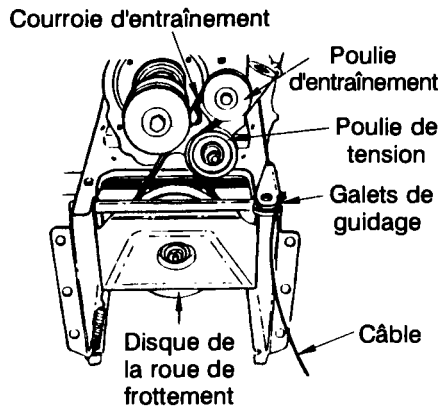

FIGURE 29
REMARQUE : Faites passer le câble d'entraînement de la tarière entre les galets de guidage représentés à la Figure 29 en réassemblant les deux moitiés de la souffleuse.
- Avancez la poulie de tension vers vous et dégagez la courroie d'entraînement de celle-ci. La poulie de tension se trouve sur l'avant du moteur et sous le couvre-courroie que vous avez déjà démonté. Voir la Figure 29.
- Glissez la courroie entre la roue de frottement et le disque de la roue de frottement. Voir la Figure 29. Il faudra peut-être tordre la courroie à plat pour la glisser entre la roue de frottement et le disque de la roue de frottement. Enlevez complètement la courroie.